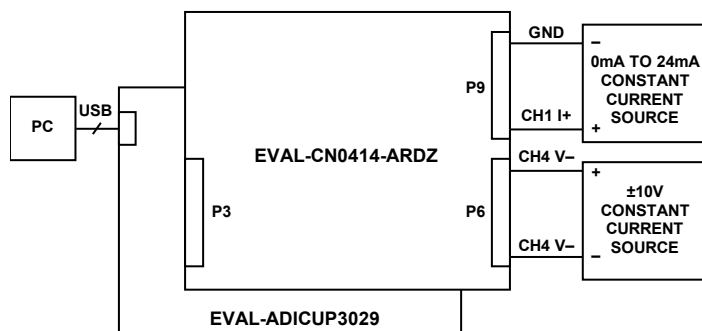

図 14. アナログ入力のセットアップ例
3. 信号源を接続します。高精度の電圧源と電流源をアナログ・フロント・エンドへの入力に使用して、システム性能を評価できます。図 14 では、定電流源がチャンネル 1 の電流入力に接続され、電圧源がチャンネル 4 の電圧入力に接続されて、差動電圧を測定しています。